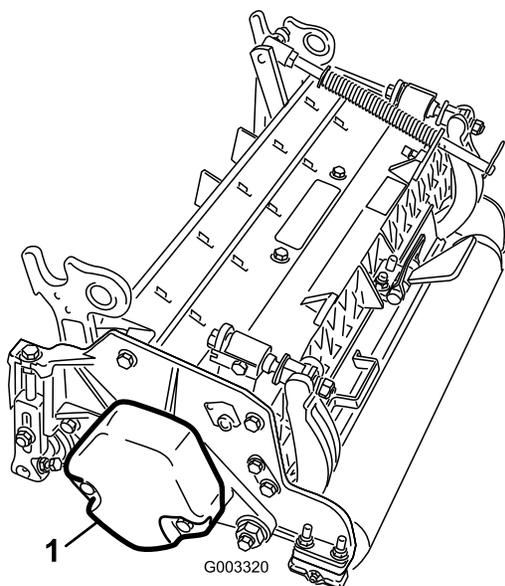

図 15
- 2番、4番、6番カッティングユニットでは、カウンタウェイトをカッティングユニットの左側に固定しているキャップスクリュー(2本)を取る。カウンタウェイトを取り外す(図15)。